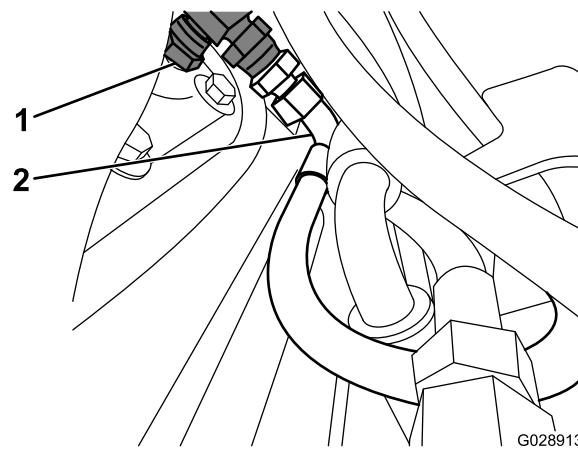

Figura 2
7. Attaccate l'adattatore e il flessibile da 1/4 poll. del passaggio 5 alla parte posteriore del raccordo a T da 1/4 poll. (Figura 2).